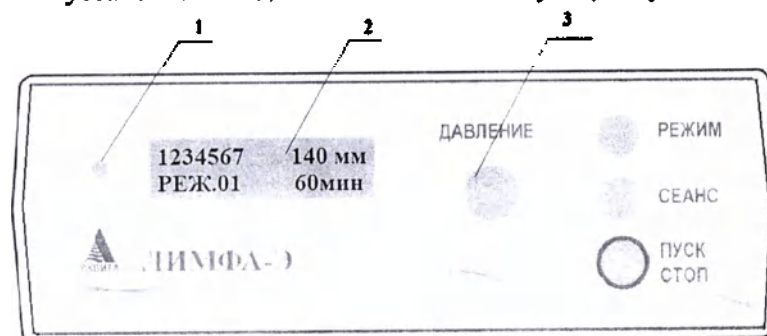

Рис. 2
6.1.2. Нажать кнопку выключателя 1 (рис.1), при этом должны засветиться светодиод 1 и табло дисплея 2 (рис.2). На табло должна появиться начальная информация, где: -«1 2 3 4 5 6 7»- порядковые номера команд, поступающих с выходов 1...7 блока управления (рис.1);
6.1.3.2. Выбрать нужный режим работы вращением ручки задатчика 3 (рис.2).
6.1.4.2. Выбрать нужное время сеанса вращением ручки задатчика 3 (рис.2).
6.1.5. Установить давление сжатого воздуха вращением ручки задатчика 3 (рис.2) в интервале 40-140 мм рт. ст. с шагом 5 мм рт.ст.
Примечание: Менять величину давления сжатого воздуха можно во время работы и во время паузы между циклами вращением ручки задатчика 3 (рис.2) не прерывая текущий сеанс работы.
6.3.4. Нажать кнопку «ПУСК/СТОП» блока управления (рис. 2,3), при этом начинается массаж и отсчет времени сеанса.
6.3.5. После окончания сеанса появляется звуковой сигнал. По окончании звукового сигнала необходимо дождаться спада давления в камерах манжет(ы), после чего нажать кнопку выключателя 1 (рис. 1), при этом должны погаснуть светодиод 1 и табло дисплея 2 (рис. 2,3). Отсоединить большой соединительный шланг от манжеты. Соединительные муфты должны остаться на концах трубок манжеты (рассоединить разъем, при наличии).
6.4.5. Нажать кнопку «ПУСК/СТОП» блока управления (рис. 2,3), при этом начинается массаж и отсчет времени сеанса.
6.4.6. После окончания сеанса появляется звуковой сигнал. По окончании звукового сигнала необходимо дождаться спада давления в камерах манжет(ы), после чего нажать кнопку выключателя 1 (рис. 1), при этом должны погаснуть светодиод 1 и табло дисплея 2 (рис. 2,3). Отсоединить большой соединительный шланг от малого соединительного шланга или от блока управления. Соединительные муфты должны остаться на концах трубок манжеты (рассоединить разъем, при наличии).